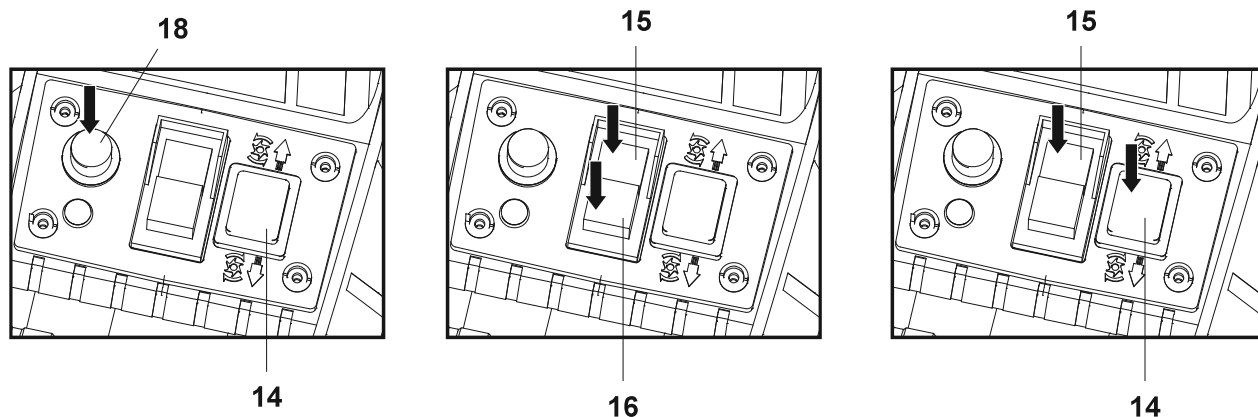

Fig. 7
- Aguarde pelo menos um minuto e, em seguida, pressione o botão de reposição (18) (Fig. 7, passo 1);
- Coloque o interruptor de avanço/recuo (14) no modo de recuo "1t" (Fig. 7, passo 2);
- Mantenha o interruptor de ligar "I" (15) premido para ligar a máquina. Puxe cuidadosamente o material encravado para fora do funil de alimentação (Fig. 7, passo 3). O interruptor de ligar tem de ser mantido premido no modo de recuo. Para parar o modo de recuo, solte o interruptor de ligar.
- Solte o interruptor de ligar "I" para desligar a máquina (Fig. 7, passo 4);
- Coloque o interruptor de avanço/recuo (14) no modo de avanço "4L" (Fig. 7, passo 5);
- Prima o interruptor de ligar "I" (15) para ligar a máquina (Fig. 7, passo 6);